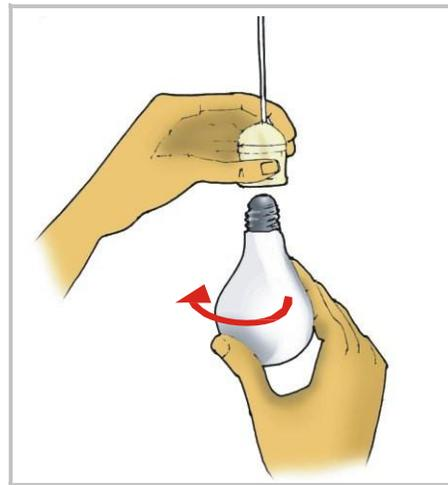

Fig. 3
4. Retire el foco fundido o "quemado", dándole vuelta a la izquierda con una mano, usando la otra para sujetar el soquet (Fig. 3).